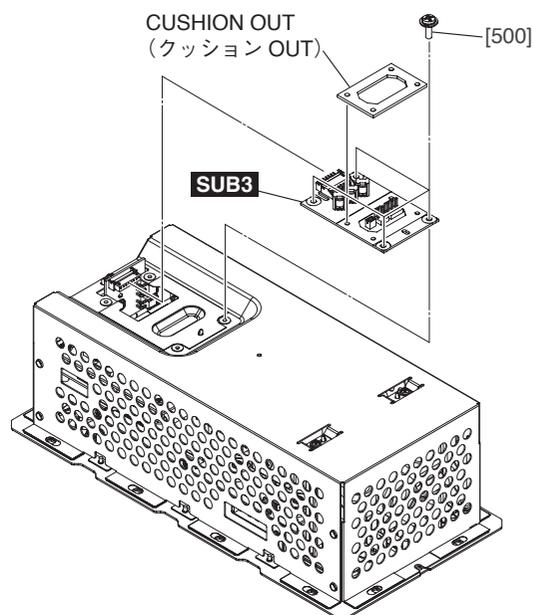

Fig. C-2 (図C-2)
C-2-2 Remove the four (4) screws marked [500]. The SUB3 circuit board can then be removed. (Fig. C-2)
- * The cushion OUT is not part of the SUB3 circuit board. When replacing the SUB3 circuit board, remove the cushion OUT from the SUB3 circuit board and install it to the new circuit board. (Fig. C-2)
C-2-2 [500] のネジ 4 本を外して、SUB3 シートを外します。(図 C-2)
※ クッション OUT は、SUB3 シートの構成部品ではありません。SUB3 シートを交換する際には、SUB3 シートからクッション OUT を取り外して、新しいシートに取り付けてください。(図 C-2)